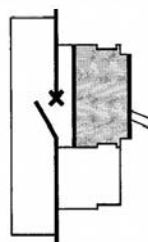

fig. 2
■ Mise en place des auxiliaires, sur les Compact C125 à C630N/H/L sans risque de contact avec les pièces sous tension (fig. 2).